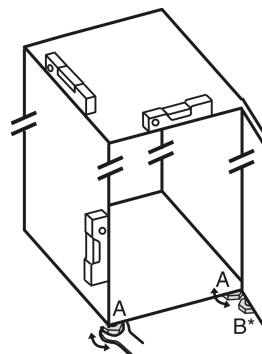

Fig. 23
- ▶ Seřizovací nožky Fig. 23 (A) vyšroubujte pomocí přiloženého vidlicového klíče a pomocí vodováhy, dokud nebude spotřebič pevně vyrovnaný.
► Seřizovací nožku Fig. 23 (B) na stojanu ložiska vytáchejte pomocí přiloženého vidlicového klíče, až dosedne na zem.
► Seřizovací nožku Fig. 23 (B) otáčejte dál o 90°.